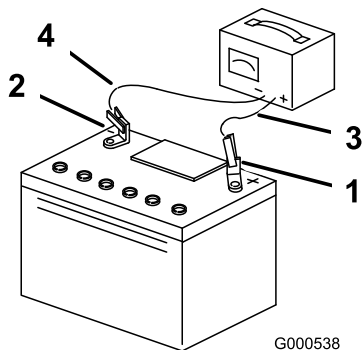

Bild 54
5. Ziehen Sie, wenn die Batterie voll geladen ist, den Stecker des Ladegeräts aus der Dose. Klemmen Sie dann die Klemmen des Ladegeräts von den Batteriepolen ab (Bild 54).